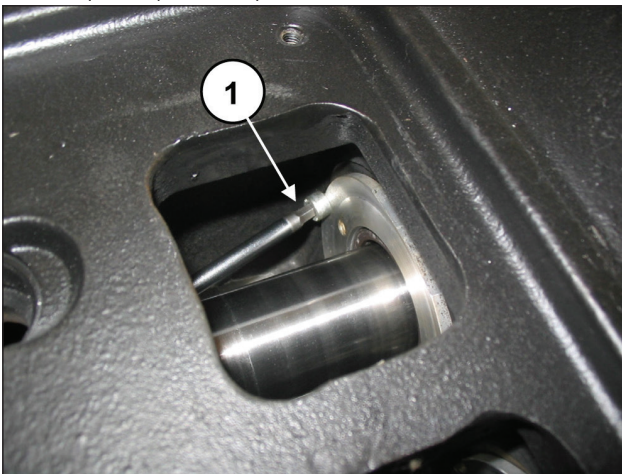

Abb. 162
Lösen Sie die zwei Befestigungsschrauben des Ölabbstreifing-Deckels (Pos. ①, Abb. 162).